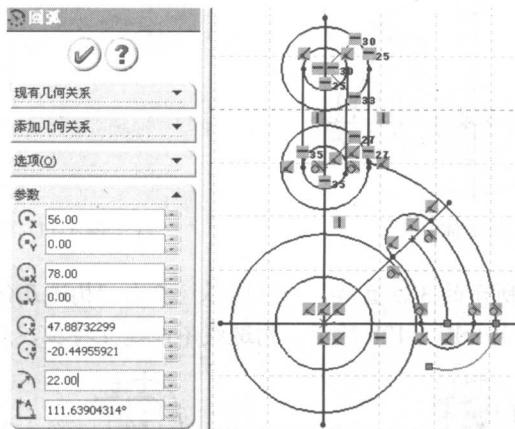

图 1-8 切线圆弧草图
(6) 单击“切线弧”工具，参见图 1-8。由切点开始用鼠标拖动画出 3 条圆弧线，最下面一条线的半径为 22。